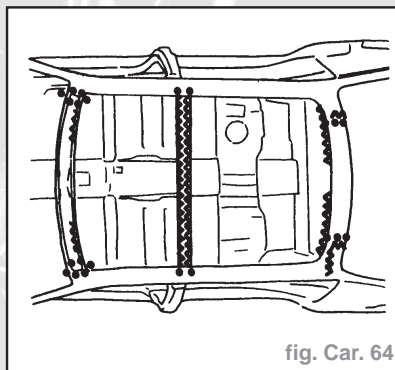

fig. Car. 64
- Souder par points électriques (fig. Car. 64).
- Déposer les cordons de mastic (voir opération correspondante) (fig. Car. 64).